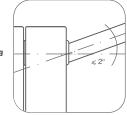

рис. 5
**! Во избежание аварии допустимо отключение оси коллектора радиатора от подводящих труб не более 2° (рис. 5).**